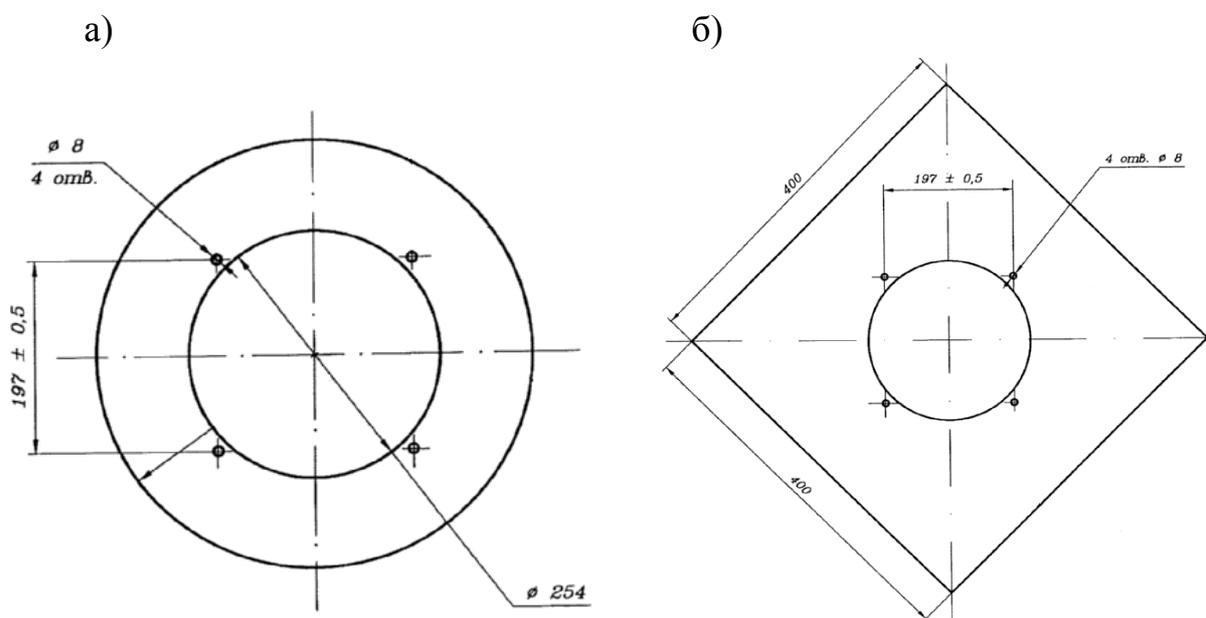

Рис.2. Фоновый щит однозначной светофорной головки (а) и квадратный фоновый щит однозначной светофорной головки (б)
7.3.1. Для замены фонового щита однозначной светофорной головки представленного на рис.2 следует выполнить следующие действия: